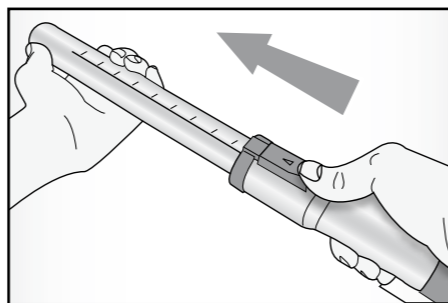

Fig. 4
- Направить вперёд устройство для удлинения трубы (13) и выдвинуть верхнюю часть трубы на нужную длину (Рис.4), а затем отпустить. При этом, устройство вернётся на своё место.